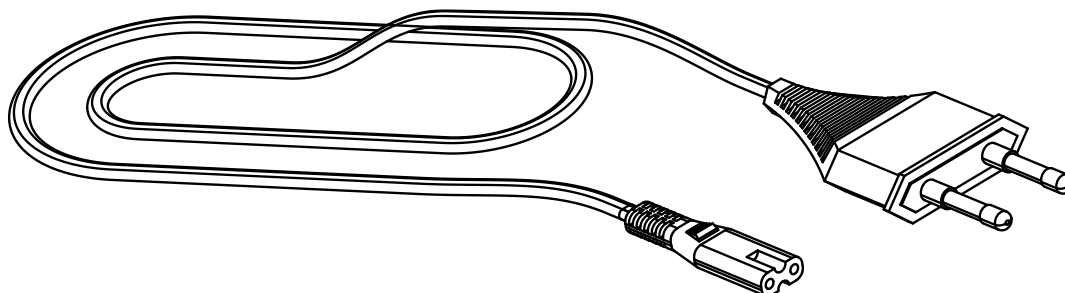

Рисунок 6 – Общий вид кабеля сетевого
- Кабель сетевой (рисунок 6);
Кабель сетевой (рисунок 6) обеспечивает питание монитора.